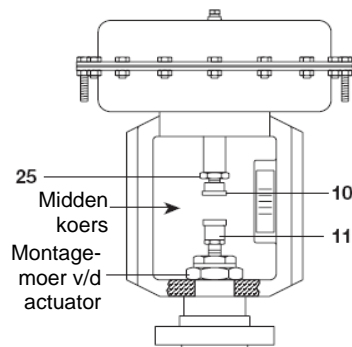

Fig. 2
- Maak de klemschroven (26 en 27) los. Verwijder de adaptor (11).
- Verwijder de beugelmoer (fig. 2) en haal de servomotor van de regelklep.